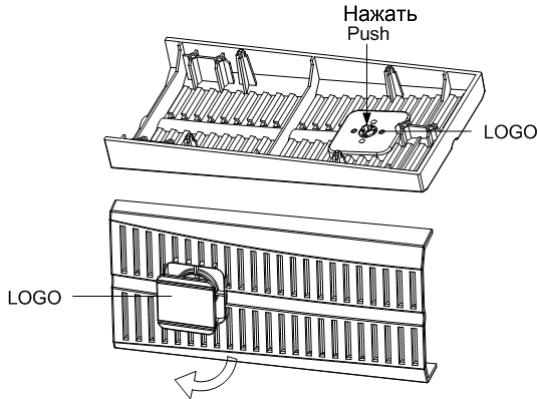

Рис.4-5 Поверните на 90 градусов по часовой стрелке и снова установите на место
3. Аккуратно вытяните логотип на лицевую пластиковую крышку лицевой панели, поверните ее на 90 градусов по часовой стрелке и снова установите на место. После поворота передняя пластиковая крышка панели показана на Рис.4-5.